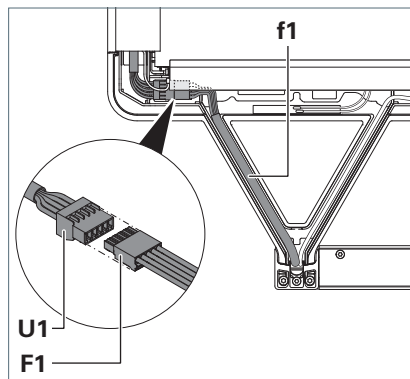

Fig. 16: Brancher le câble d'alimentation.
- Retirez le connecteur mâle **U1** du compartiment situé sous le corps de refroidissement, voir Fig. 16.